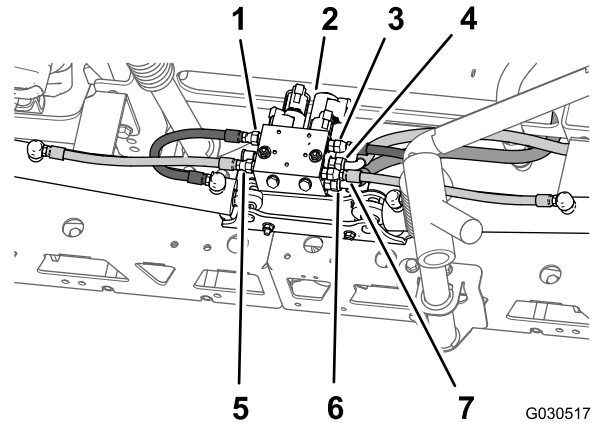

图 71
2. 在机器后部拆下喷洒臂提升歧管与液压油缸之间的液压软管图 71。